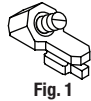

Fig. 1
1. Loosen setscrew in stop (Fig. 1).
1. Afloje el tornillo de fijación en el topo (Fig. 1).
1. Desserrer la vis de pression sur la butée (Fig. 1).